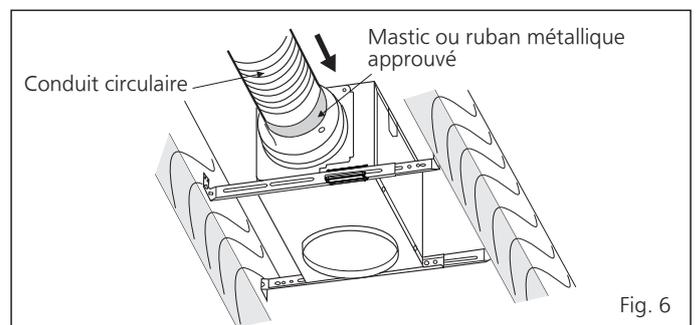

Fig. 6
- Installez un conduit circulaire et fixez-le avec des pinces ou des attaches, et scellez-le avec du mastic ou du ruban métallique approuvé. Un conduit circulaire de 4 ou 6 pouces est requis pour se connecter à la partie appropriée de l'adaptateur. (Voir Fig. 6)